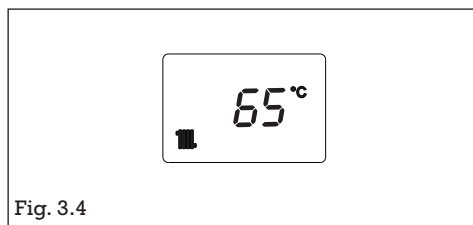

Fig. 3.4
En cas de demande de chaleur, la chaudière s'allume et l'indicateur lumineux vert (2) reste allumé en permanence. L'afficheur numérique (5) indique la température de l'eau de chauffage (fig.3.4).